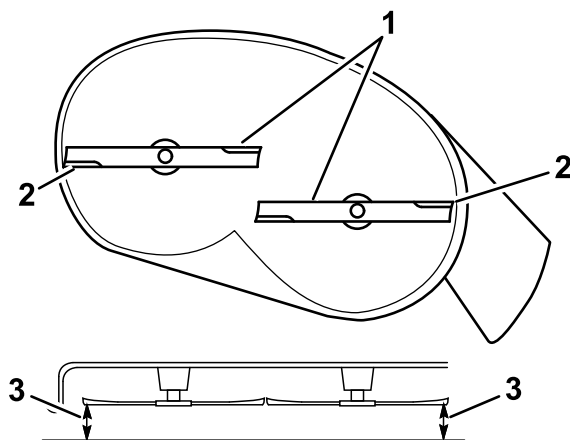

Figura 66
5. Măsurai între marginile de tăiere exterioare i suprafața plană (Figura 66).